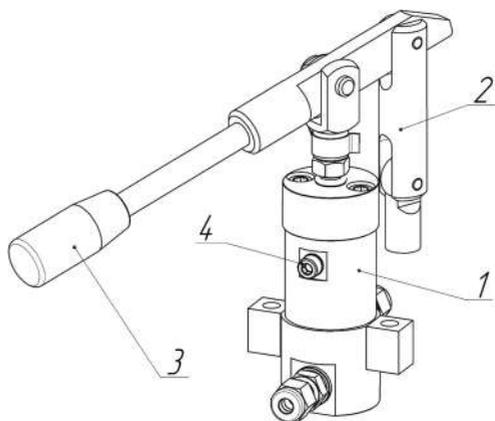

Рисунок 3. Ручной насос
Ручной насос выполнен в виде отдельного узла и состоит из корпуса 1 (Рис. 3), системы рычагов 2 и ручки 3. Он установлен в гидравлической системе МП после стакана для рабочей жидкости перед фильтром с обратным клапаном.
6.7 На ручном насосе открутите винт 4 (Рис. 3) на  $\frac{1}{2}$  оборота. Плавно качайте ручку насоса 3 до тех пор, пока из-под уплотнения винта 4 не перестанут выходить пузырьки воздуха. После этого, закрутите винт 4 с небольшим усилием.